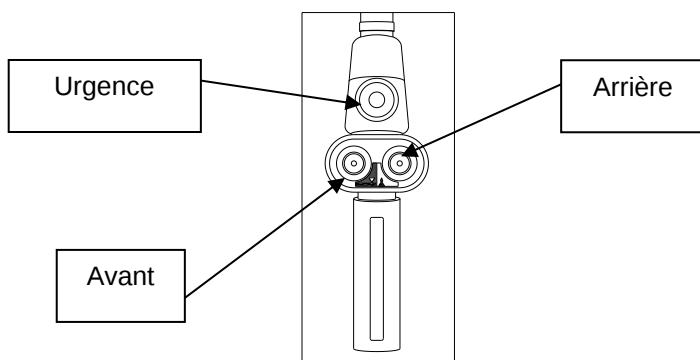

Fig. 15
- Après avoir vérifié que le moteur est à son régime maximum, déplacer la machine dans la direction voulue en appuyant sur les boutons de fil de commande comme le montre la figure 15.